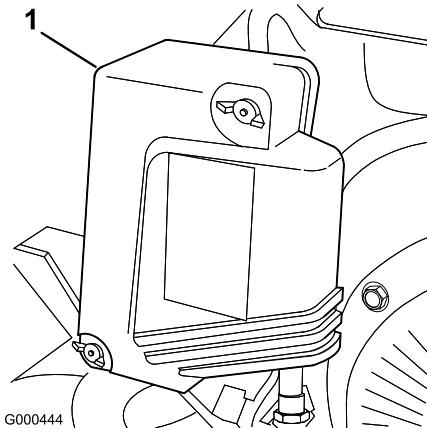

Figura 22
- Togliete i dadi ad alette che fissano il coperchio del filtro dell'aria al filtro, togliete il coperchio, e pulitelo accuratamente (Figura 22).